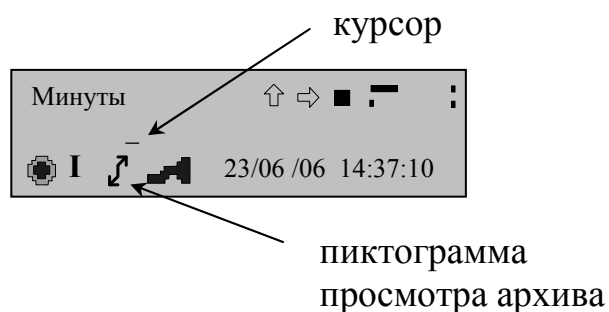

Рисунок 9
- активизировать рабочее окно выбранного архива. Для этого необходимо сделать активной пиктограмму «Подтверждение», нажать кнопку ПРОСМОТР (на индикаторе должна появиться пиктограмма режима просмотра архива, а в информационной строке – курсор) (рисунок 9);